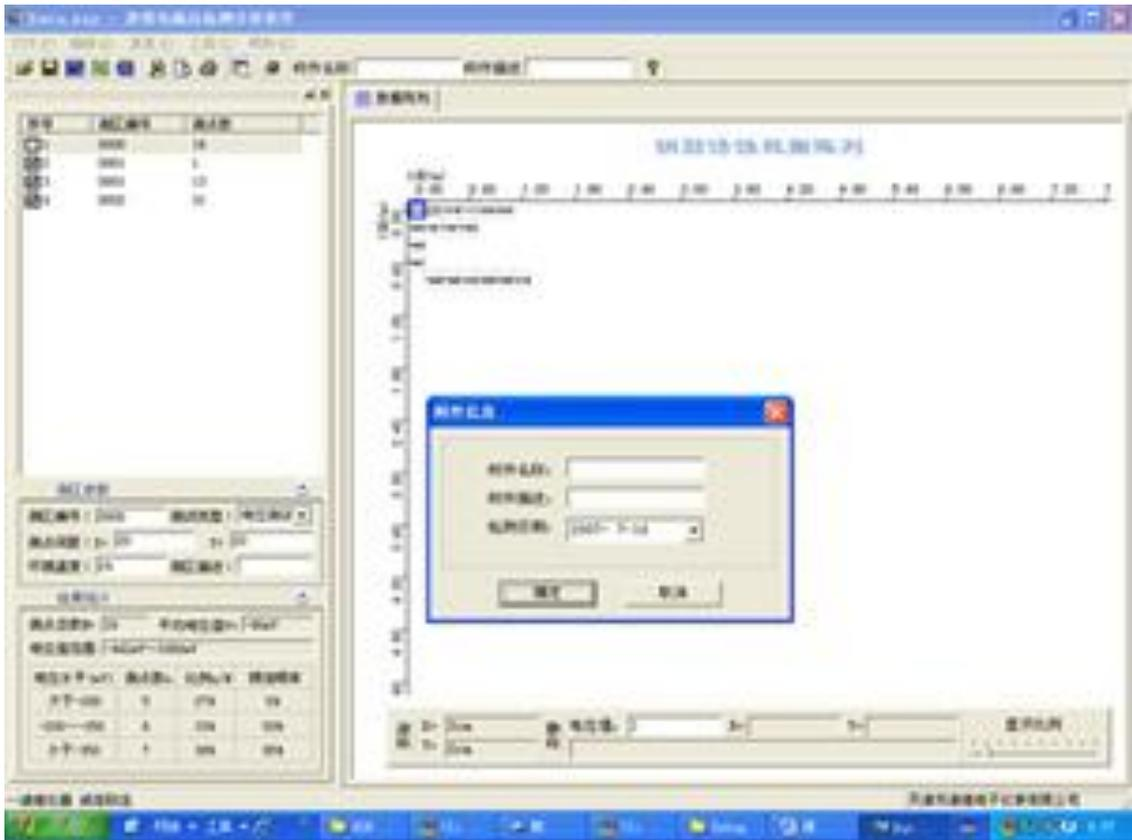

图 4-16 构件信息
1、构件信息：查看或修改当前打开的构件的相关信息，如图 4-16 所示